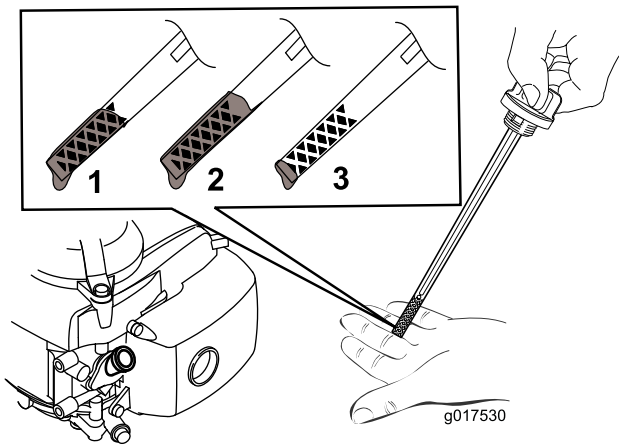

図 5
2. デイップスティックを外す図5。
注 ディップスティックで量を確認しながら図5に示される適正量までオイルを入れる。オイルを入れすぎてしまった場合には、「エンジンオイルの交換」の項に従って余分なオイルを抜き取ってください。